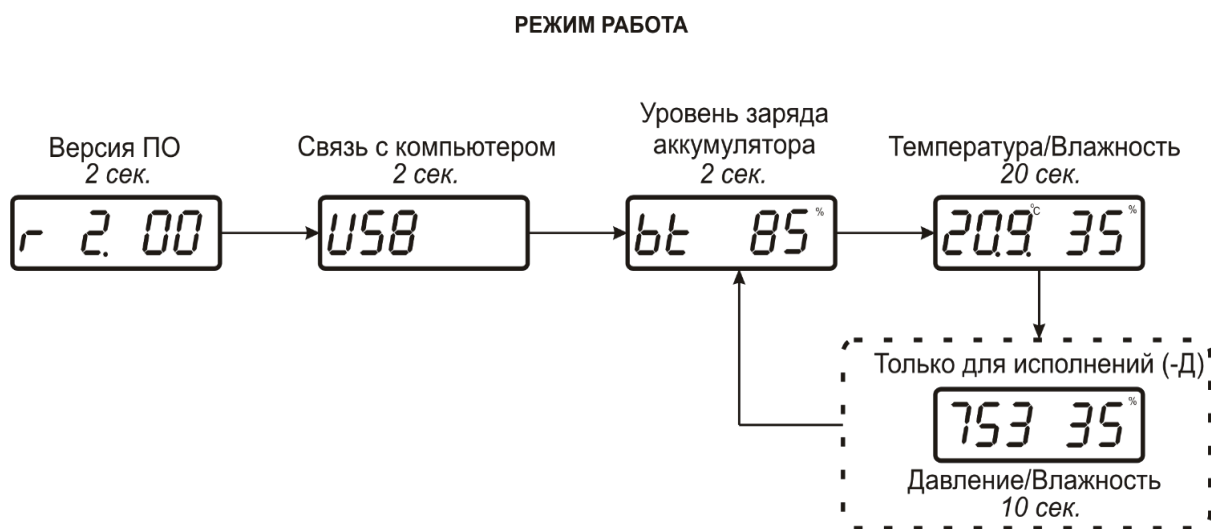

Рисунок 4.1 – Индикация измерителей при подключении к компьютеру (исполнение с отображением давления в мм рт. ст.)
4.4 При подключении измерителей к компьютеру на экране последовательно индицируются версия внутреннего ПО, надпись «USB» и степень заряда батареи в %, подробнее см. рисунок 4.1. При автономной работе измеритель по очереди показывает на экране уровень заряда аккумулятора /температуру; влажность/ (давление; влажность).